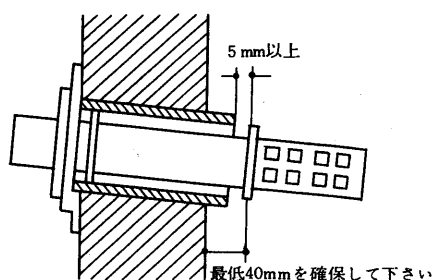

図12
(3) 給排気アタッチメントの取付
(I) アタッチメントは、伸縮自在構造になっています。壁厚18cmまで使用できます。図12に示す寸法が確実にとれるよう長さを決めます。
(III) 取付けが終わったら、アタッチメントの先端が、(1)項に示した図12のようになっているかどうか、確認して下さい。